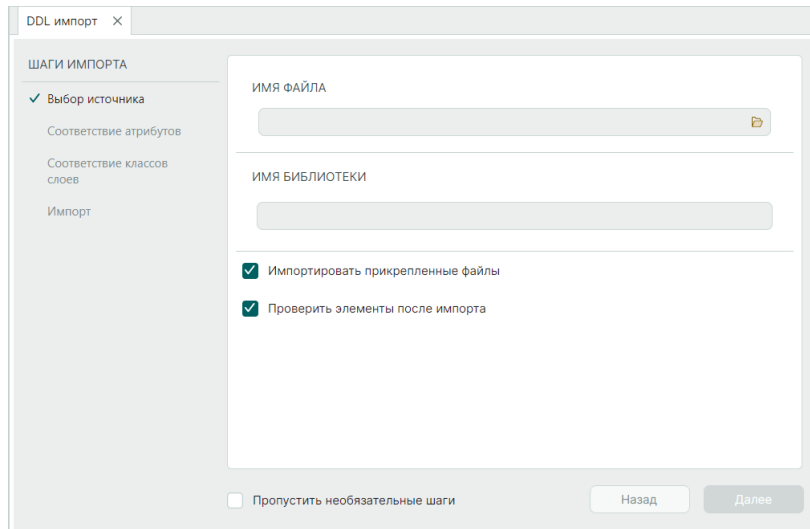

Рис. 7 Окно мастера импорта
3. После вызова инструмента происходит запуск мастера импорта библиотеки формата .ddl, см. Рис. 7.